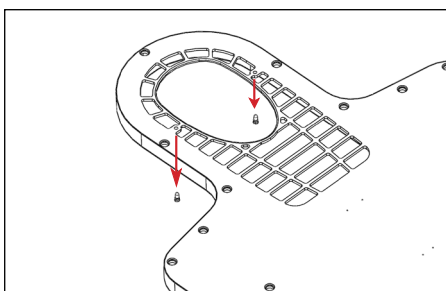

Fig. 1
1. Retire las clavijas de la localización actual desenroscando en sentido antihorario (Fig. 1).